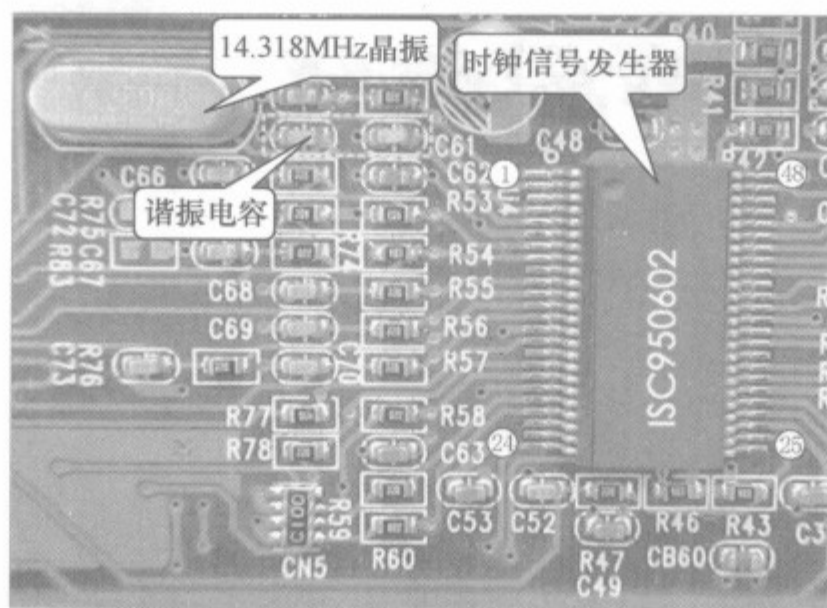

图 7-1 笔记本电脑故障主板的时钟电路
图 7-1 所示为笔记本电脑故障主板的时钟电路，图 7-2 所示为时钟信号发生器 ICS950602 的引脚标识。时钟信号发生器 ICS950602 有 48 个引脚，其中⑤、⑨、⑳、㉑、㉓、④⑤、④⑥脚为供电端，⑦、⑧脚外接 14.318MHz 的晶振，②④脚为串行数据信号输入端，②⑤脚为串行时钟信号输入端，②~④、⑩、⑪、⑬~⑲、⑲、⑲、⑳、㉑、㉒、㉓、㉔、㉕、㉖、㉗、㉘、㉙、㉚、㉛、㉜、㉝、㉞、㉟、㊱、㊲脚为各种时钟信号输出端，①、⑥、⑫、⑲、㉑、㉒、㉓、㉔脚为接地端。